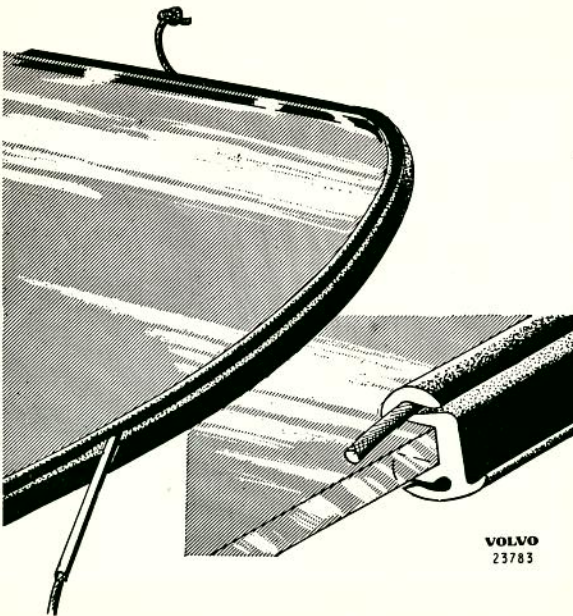

Bild 44. Iläggning av "snöre"
3. Tryck in en läderrem eller ett kraftigt snöre i skåran i listen enl. bild 44. Iläggningen av snöret underlättas om ett smalt rör användes för att öppna spåret i listen samtidigt som snöret får löpa genom röret enl. bild 44.